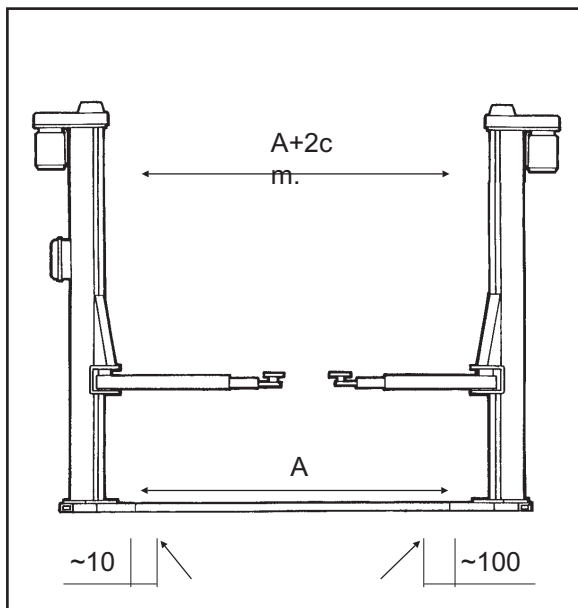

Fig.52 Abb.52
La distanza tra le colonne nell'estremità superiore delle stesse deve quindi essere maggiore di 2 cm rispetto alla stessa distanza misurata alla base (Fig.52).
- spessorare il basamento come in fig.52 utilizzando lamierini di circa 350x60mm dello spessore necessario per ottenere l'apertura richiesta delle colonne.
The distance between the posts at the top must be approx. 2 cm. greater than at the base (Fig.52).
- please shim the baseframe as shown in fig. 52 by means of metal plates measuring 350 x 60 mm adding as much of these plates as is necessary to obtain the necessary slant of the posts.
La distance entre les colonnes à la partie supérieure doit être supérieure de 2 cm par rapport à la distance mesurée à la partie basse (fig. 52).
- placer des épaisseurs sous la base comme illustré en fig. 52 utilisant des tôles de environ 350 x 60 mm en en utilisant la quantité nécessaire pour obtenir l'inclinaison préconisée des colonnes.
Last, ein bißchen nach oben divergieren. Der Abstand zwischen den oberen teilen der Säulen muß 2 cm. länger als das untere Teil sein (Abb. 52).
- den Grundrahmen wie in Abb.52 gezeigt mit Blechplatten (Abmessungen ca. 350 x 60 mm) unterlegen, um den Säulen die richtige Neigung zu verleihen.
La distancia entre columnas en el extremo superior de las mismas debe por lo tanto ser mayor de 2 cm. respecto a la misma distancia medida en la base (Fig. 52).
- Calzar la base como en la fig.52 utilizando chapas de aprox. 350x60mm espesor necesario para conseguir la apertura necesaria